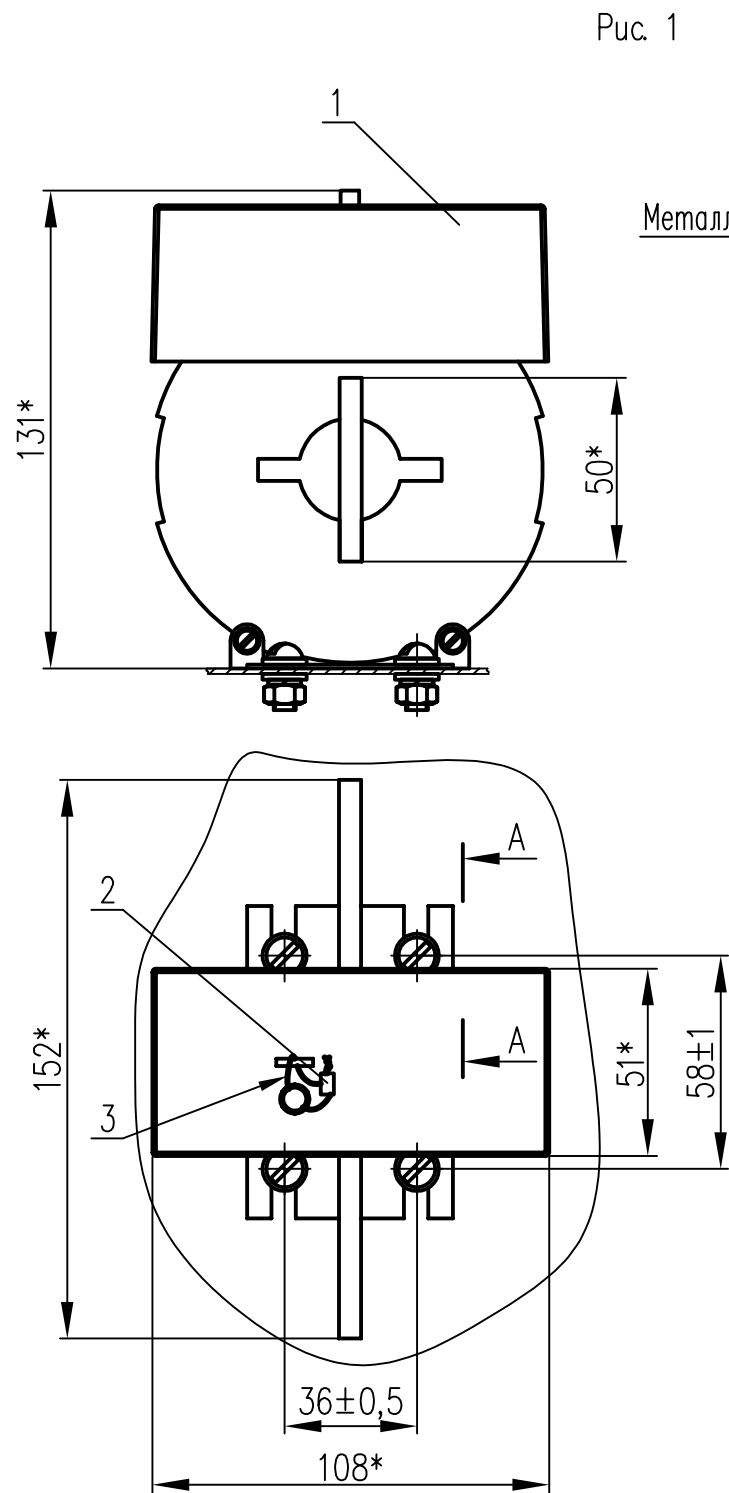

Рис. 1
Остальное см. рис. 1
- по рис. 1 в металлической стене выполнить 4 отв.  $\varnothing 6,6$  мм;